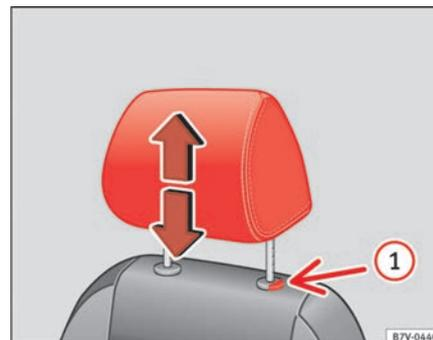
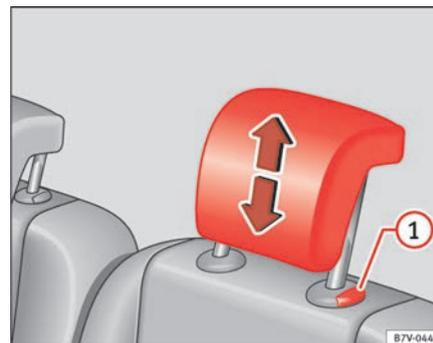

Abb. 90 Kopfstütze vorn einstellen.
Abb. 91 Kopfstütze hinten einstellen. ▶
- Kopfstütze in Pfeilrichtung nach oben oder bei gedrückter Taste ⇒ Seite 147, Abb. 90  bzw. ⇒ Seite 147, Abb. 91  nach unten schieben ⇒ .